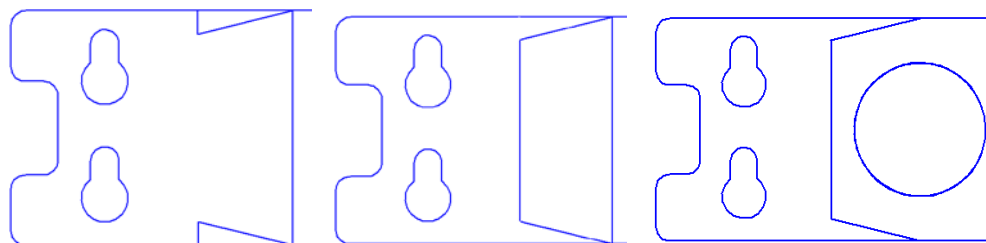

Рис. 4.9
22. На расстоянии 60 от левой границы и 25 от верхней (или нижней) границы создайте окружность диаметром 30 и удалите отрезок, соединяющий стороны детали. Последовательность действий на рис. 4.9.